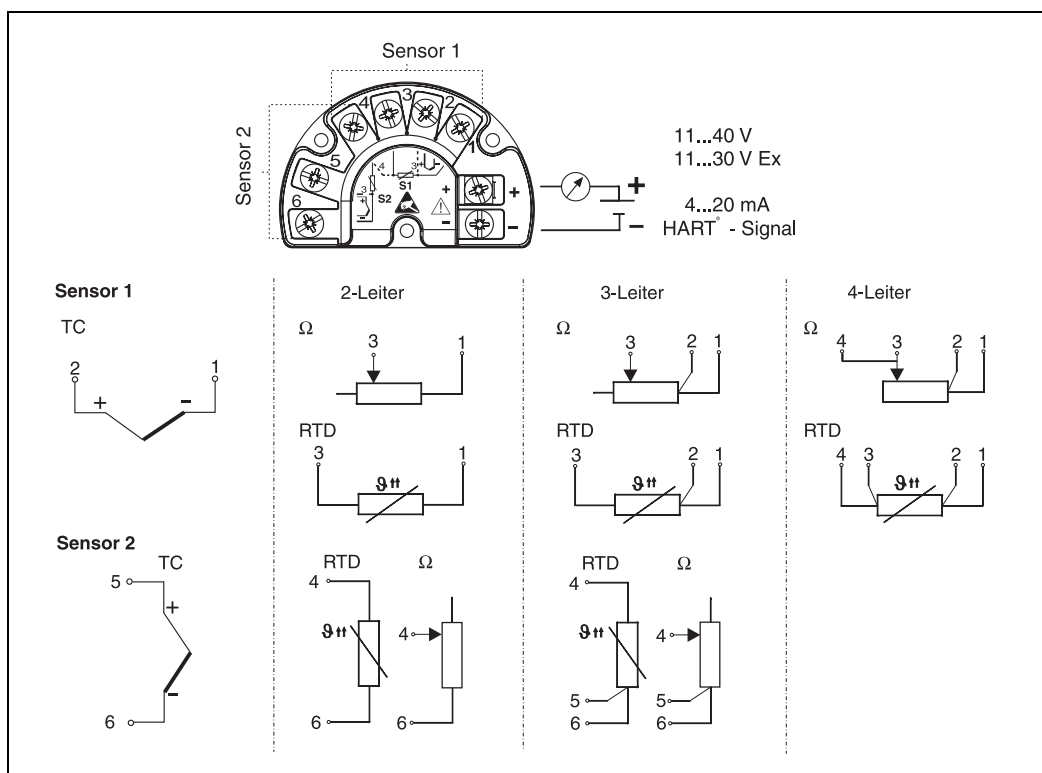

Abb. 5: Verdrahtung des Feldtransmitters
3. Schliessen Sie die Leitungen gemäß → Abb. 5 an.
Die Klemmenbelegung der Sensoranschlüsse entnehmen Sie bitte → Abb. 5. Bei zwei Sensoreingängen sind folgende Anschlusskombinationen möglich:
Ist die Klemmenbelegung richtig? Vergleichen Sie das Anschlussschema vom Klemmenblock oder → Abb. 5.	siehe Anschlussschema am Gehäuse